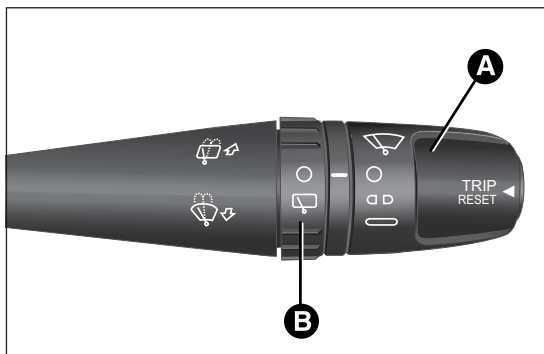

fig. 203
- tourner la bague A fig. 203 en position  (essuie-glace arrêté) ;